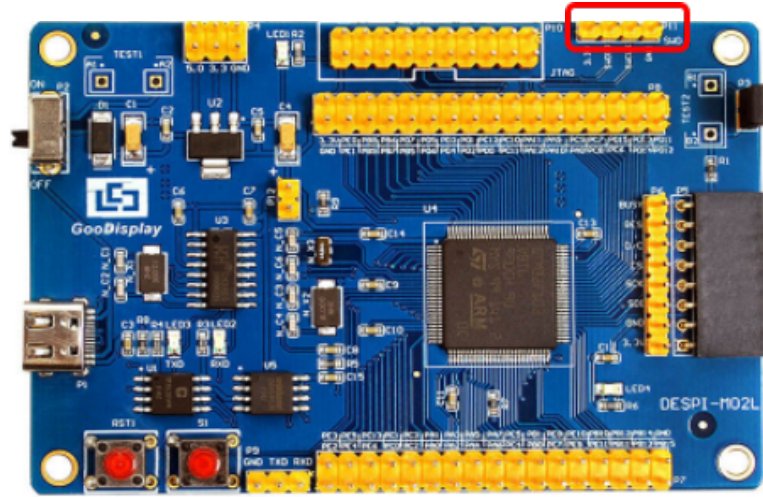

图 11 SWD接口
- 1) 如图11所示，开发板预留了四线SWD接口，可以将其通过杜邦线接在仿真器对应接口上，连接仿真器到计算机；